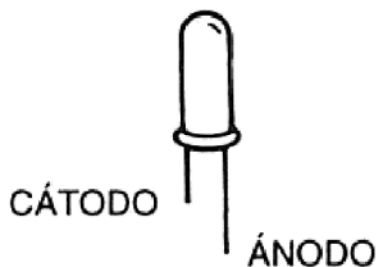

Figura 1.11
- 1) **El material con que se fabrican**, puede ser Silicio ó Germanio, como los diodos rectificadores de corriente y reguladores de voltaje, pueden ser también de arseniuro de galio y fosfito de galio, para los diodos emisores de luz (LED's) (figura 1.11).